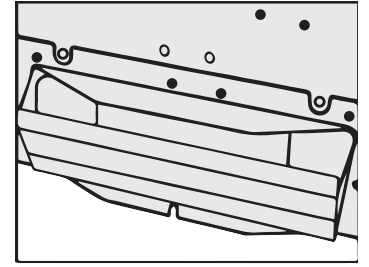

Figure 5
- À l'aide des vis fournies, fixez la ventilation/amortisseur rectangulaire sur le dessus ou à l'arrière de la hotte (voir Figure 5).